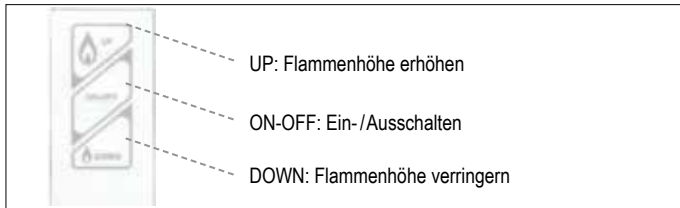

Abb. 19: Touchpad/Wandschalter
- Drücken Sie die Taste **ON-OFF** (siehe Abb. 19), bis der Beginn der Startsequenz durch zwei kurze akustische Signale (CE, AGA-Version) oder einen durchgängigen Signalton (CSA-Version) bestätigt wird; lassen Sie die Taste los.